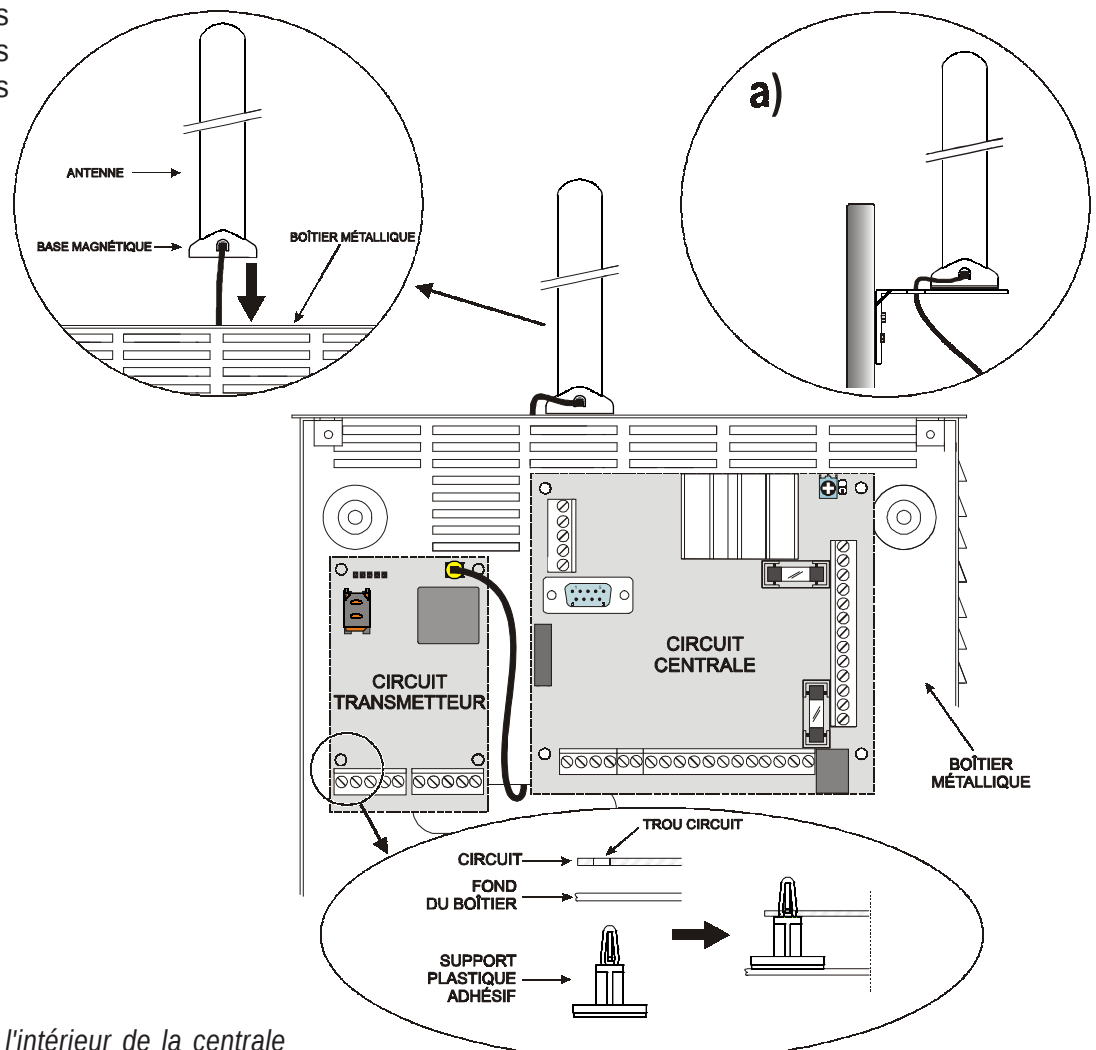

Fig. 2 - Montage carte à l'intérieur de la centrale
3. Positionner les 4 supports plastiques adhésifs [14] sur le fond du boîtier métallique, puis insérer dans les trous [7] présents sur le Circuit Électronique, les supports adhésifs, tel qu'illustré sur la Figure 2.
- 4a. Positionner l'antenne avec le câble de 25 cm ou l'antenne avec le câble de 2 m [1] sur le boîtier métallique (Fig.2) de sorte que la base magnétique [2] adhère à la surface. Passer le cordon de l'antenne dans une ouverture pour le passage des câbles. Pour les versions BGSM-100KEA ou BGSM-120KEA vous pouvez utiliser l'étrier métallique [13], voir Fig.2a. Fixer l'étrier métallique [13] en utilisant les trous [12] sur un support adéquat. Positionner l'antenne avec le câble de 25 cm ou l'antenne avec le câble de 2 mètres [1] sur l'étrier métallique [13] (Fig.2a), de sorte que la base magnétique [2] adhère à la surface. Passer le cordon de l'antenne par le trou [11] de l'étrier métallique [13].